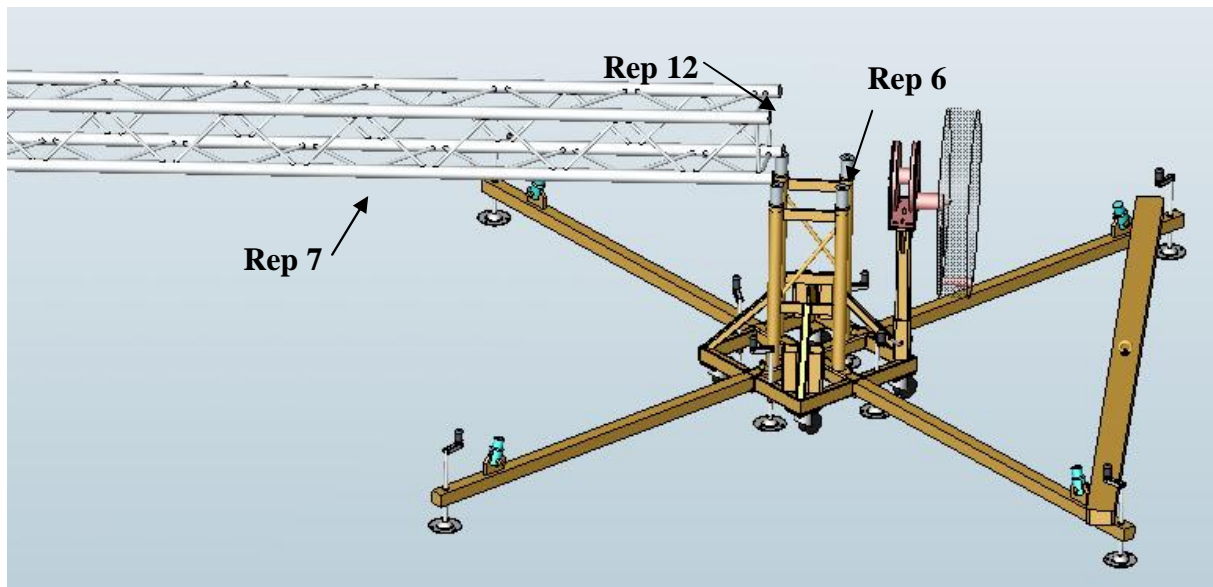

fig.8
a) Placer l'ensemble des mâts sur le chariot élévateur (fig.8), de sorte à pouvoir assembler, dans un premier temps, les charnières du châssis (rep 6) et les manchons femelles (rep 12) du mât 1 (rep 7).